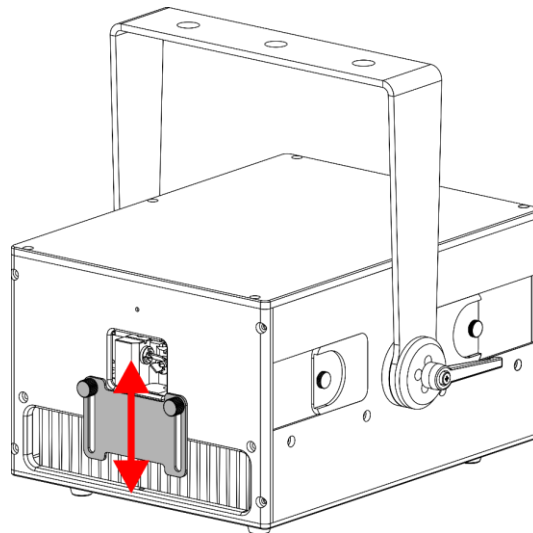

Fig. 12
- 01) Ruotare le 2 **viti di regolazione della piastra di mascheratura (07)** in senso anti-orario per liberarle.
- 02) Far scorrere la **piastra di mascheramento dell'apertura (06)** verso l'alto o verso il basso per regolare la posizione (cfr. Fig. 12).
- 03) Ruotare le 2 **viti di regolazione della piastra di mascheratura (07)** in senso orario per serrarle. Accertarsi di non serrarle troppo.